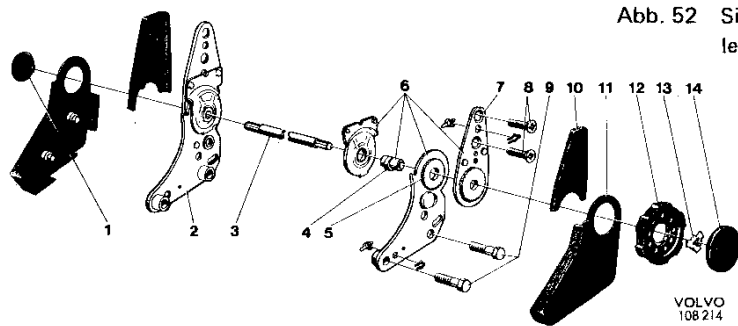
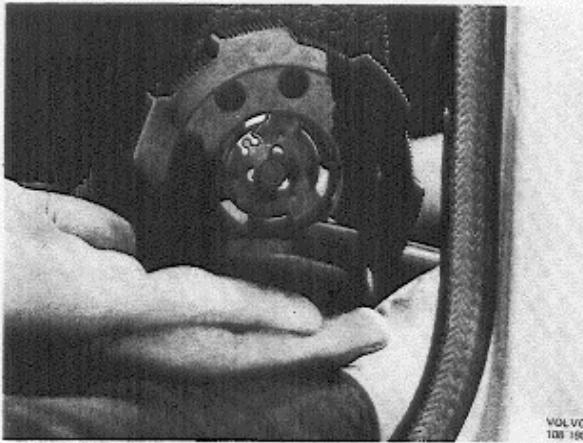

Abb. 52 Sitzbeschlag für Verstellung der Rückenlehne
Abb. 55 Herausdrücken des Blinddeckels
1. Den Blinddeckel (14, Abb. 52) im Verstellrad mit einem Schraubenzieher herausdrücken. Den Schraubenzieher von der Innenseite durch eines der Erleichterungslöcher im Verstellrad einführen, siehe Abb. 55.
3. Kunststoffkappen (10 u. 11, Abb. 52) entfernen.
4. Befestigungsschrauben (8 u. 9, Abb. 52) lösen und das Antriebssegment abnehmen.
5. Blinddeckel (1, Abb. 52) aus dem Beschlag auf der Seite des Mitnehmers mit einem Schraubenzieher herausdrücken und die Kunststoffkappen entfernen.
- den Beschlag mit den Schrauben (8, Abb. 52) an der Rückenlehne befestigen.
3. Antriebssegment mit der achtkantigen Bohrung so auf den Zapfen der Mitnehmerwelle schieben, daß die Schraublöcher im Beschlag vor den Muttern auf der Rückenlehne zu liegen kommen. Den Beschlag mit Schrauben (8, Abb. 52) an der Rückenlehne befestigen.
4. Rückenlehne mit angeschraubten Beschlägen mit den Schrauben (9, Abb. 52) am Sitzrahmen festschrauben.